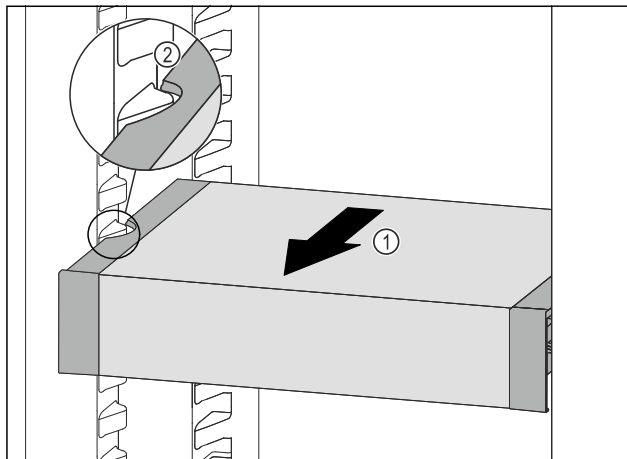

Fig. 123
- VarioSafe nach vorne ziehen Fig. 123 (1), bis sich die seitlichen Aussparungen des VarioSafes auf Höhe der Behälterrippe im Kühlteil befinden. Fig. 123 (2)